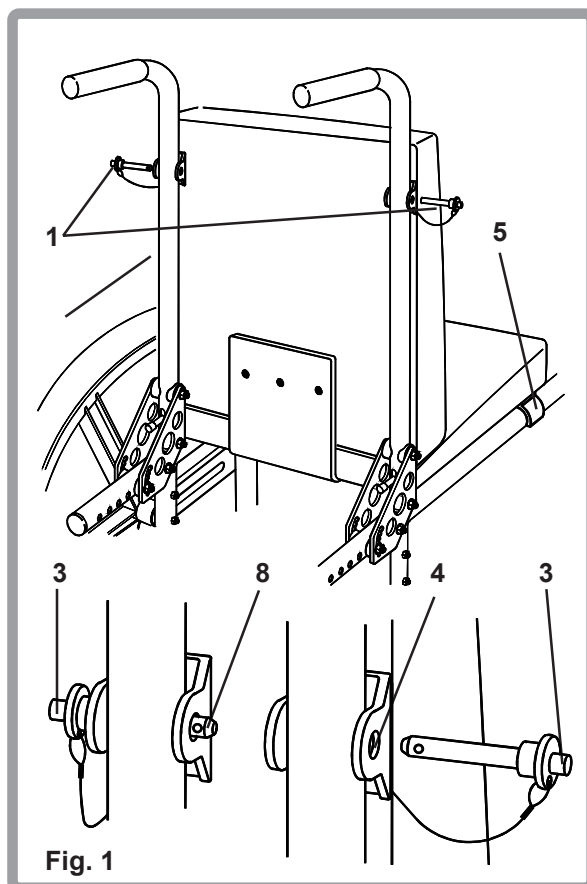
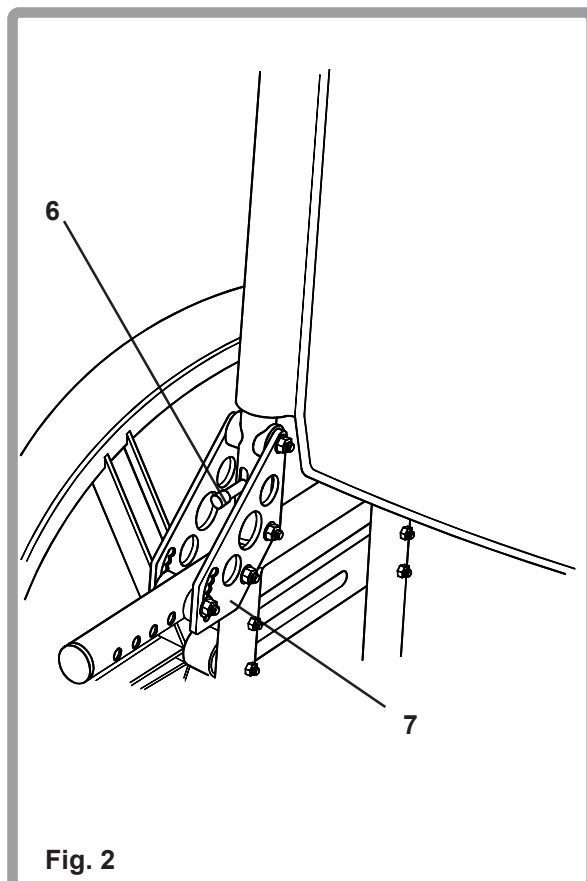

Fig. 1
Fig. 2
Primero separe el asiento y el respaldo (Fig. 1) sacando los dos pins de enclavamiento (1) situados en los tubos del respaldo (2). Presione el botón de desenclavamiento (3) y sáquelo del receptor(4). Tire hacia arriba del asiento o respaldo para desenclavar los dos soportes del asiento (5). Pliegue los tubos del respaldo hacia abajo (Fig. 2) empujando hacia arriba de las dos palancas enclavadoras (6) situadas entre las pletinas (7), y empujando los tubos de soporte del respaldo hacia su posición de plegado.
Para colocar los tubos del respaldo en su posición normal, tire hacia arriba hasta que las palancas enclavadoras (6) se encajen en su posición (Fig. 2). Encaje el respaldo y el asiento invirtiendo el procedimiento que se detalla arriba, pero asegurándose de que los botones (8) de los pins de enclavamiento están visibles por el lado del receptor, y de que los soportes (5) encajan sobre el armazón de la silla.